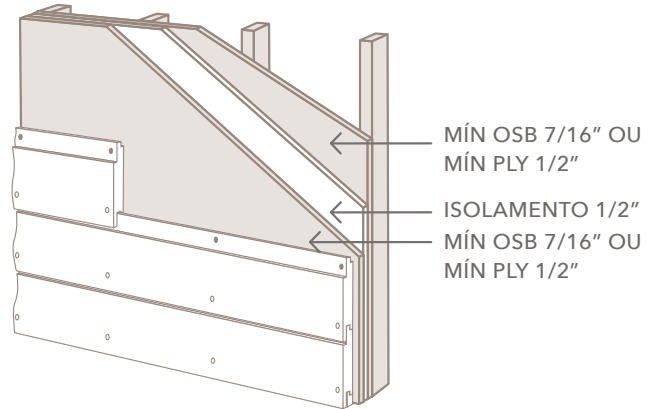

FIG. 3
- Isolamento contínuo de até 1/2", aplicado atrás de emplacamento de OSB mín de 7/16" ou de plywood de 1/2". (Fig. 3)